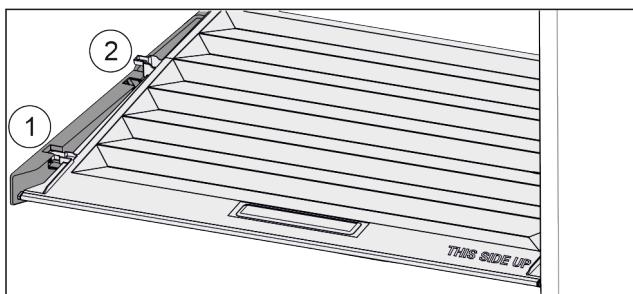

Fig. 36
- ▶ 将盖子向前拉 Fig. 36 (1)至定位件开口。
- ▶ 从下方抬起后端并向上将其移出 Fig. 36 (2)。